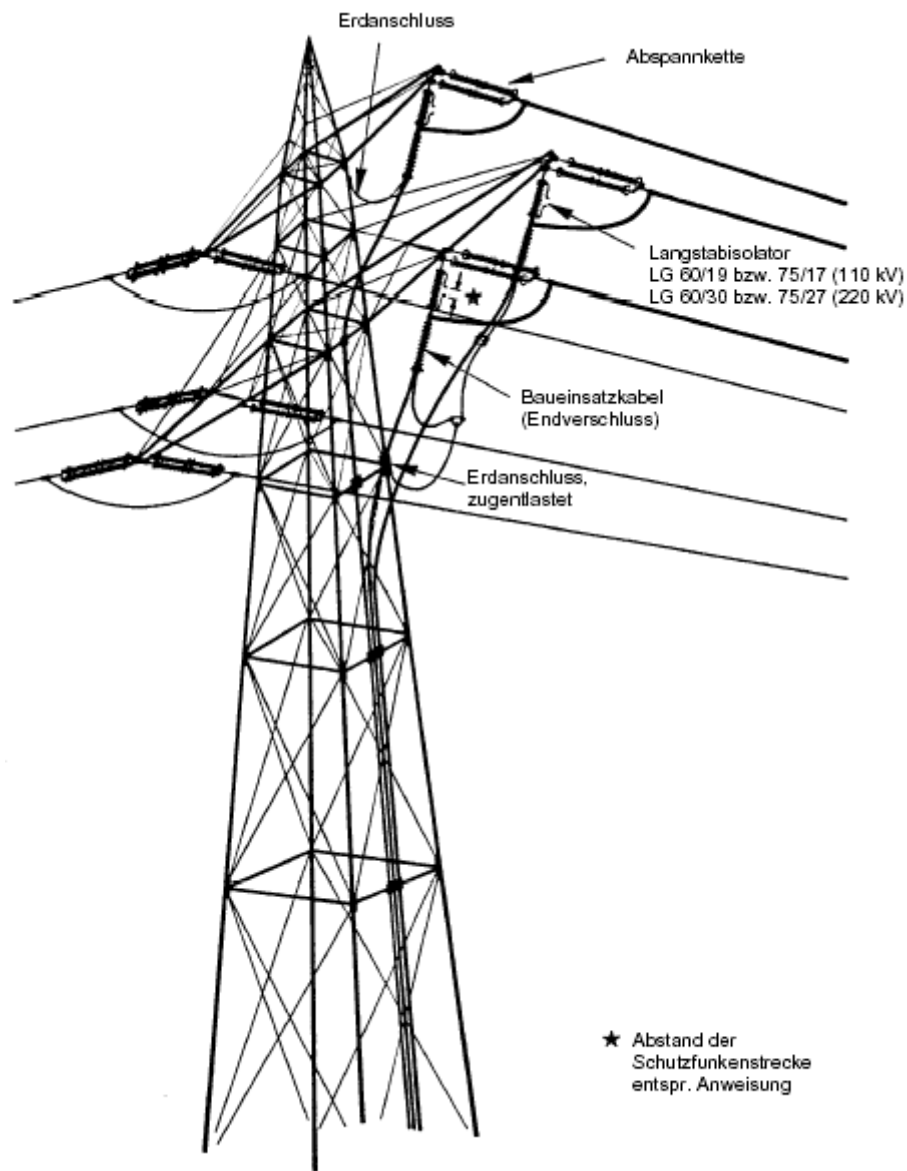

Abbildung 4 Anschluss von Baueinsatzkabeln an einer Freileitung
- Bei senkrechter Anordnung der Kabel, wie z.B. an Freileitungsmasten (Abbildung 4), müssen die Kabel im Abstand von maximal 15 m angeschellt werden. Zweckmäßig verwendet man dazu Schellen aus Holz mit einer Einlage aus Gummi.